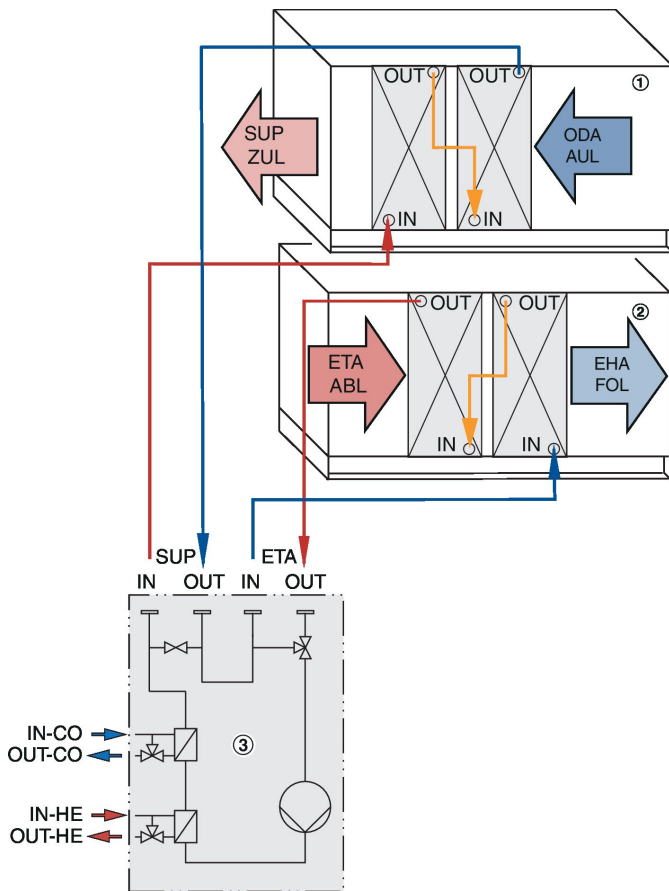

Fig. 45 : Raccordement de l'unité hydraulique (exemple)
- ① Unité de soufflage
- ② Unité de reprise
- ③ la centrale hydraulique
3. ▶ Raccorder l'unité hydraulique à l'échangeur thermique (Fig. 45).
4. ▶ Réseau interconnecté avec alimentation externe : crée les raccords nécessaires (Fig. 45).